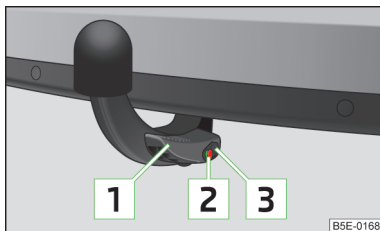

Fig. 155
- ✓ La leva **1** si trova completamente spinta verso l'alto » fig. 155.